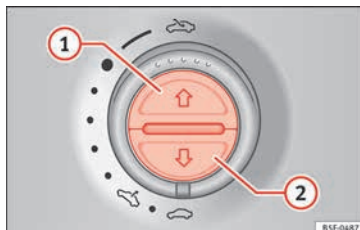

Fig. 140 En el revestimiento interior del techo: teclas para la persianilla parasol.
Abir por completo (automáticamente):	Pulse la tecla » fig. 140 ① brevemente.
Detener el funcionamiento automático:	Pulse brevemente la tecla » fig. 140 ① o » fig. 140 ②.
Ajustar la posición intermedia:	Mantenga pulsada la tecla » fig. 140 ① o » fig. 140 ② hasta alcanzar la posición.
Cerrar por completo (automáticamente):	Pulse la tecla » fig. 140 ② brevemente.
- *Persianilla parasol:* dentro de 5 segundos, tras el disparo de la función antiaprisionamiento, pulse la tecla »» fig. 140 ② hasta que la persianilla parasol se cierre por completo.